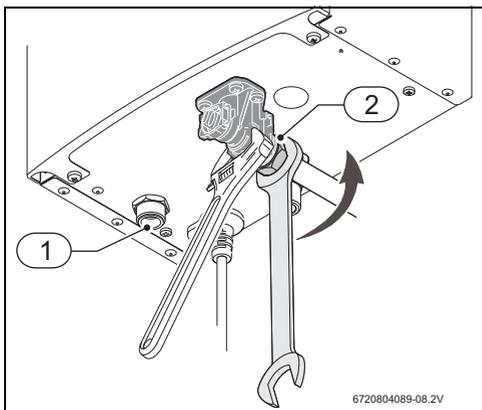

Fig. 23 Collegamento dell'acqua
- ▶ Quando si realizza il collegamento dell'acqua fredda fissare la valvola dell'acqua come in fig. 23.